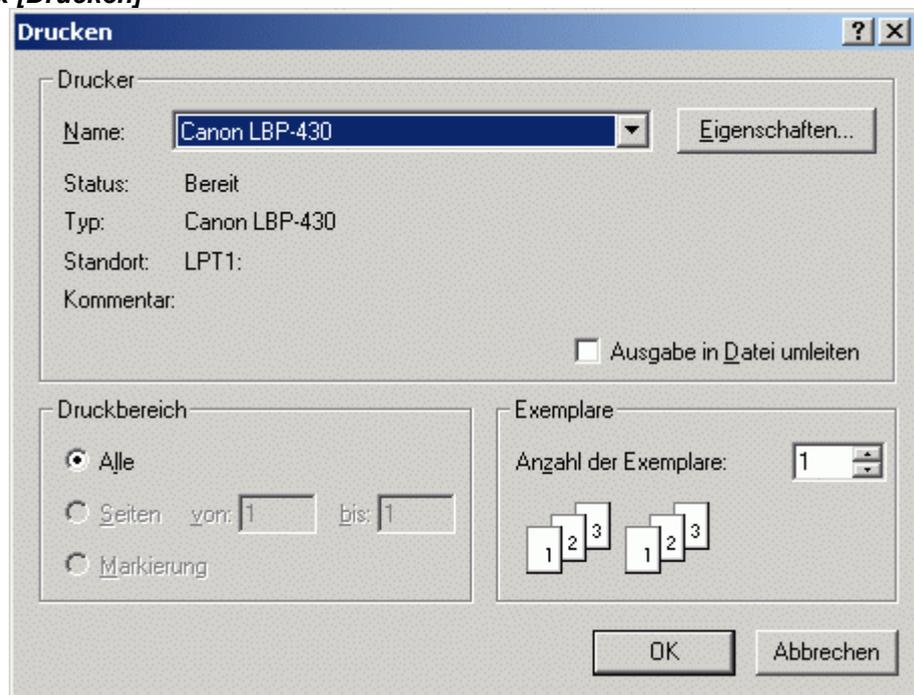

Abb. 7-1-24 Dialogbox [Drucken]
- 2) Hier können Sie verschiedenste Einstellungen vornehmen (Anzahl der Exemplare etc. siehe Abb. 7-1-24).